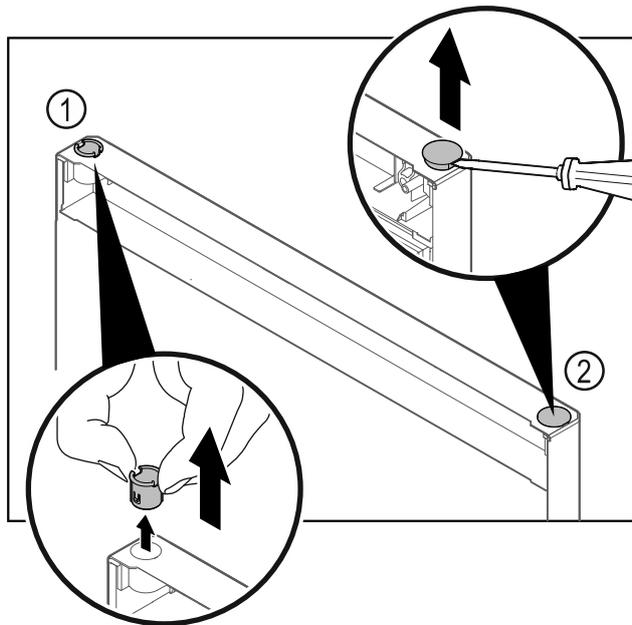

Fig. 35 Puerta del compartimento congelador
- ▶ Extraer el casquillo de bisagra Fig. 35 (1) con los dedos.
- ▶ Levantar cuidadosamente el tapón Fig. 35 (2) con un destornillador para tornillos de cabeza ranurada y extraerlo.